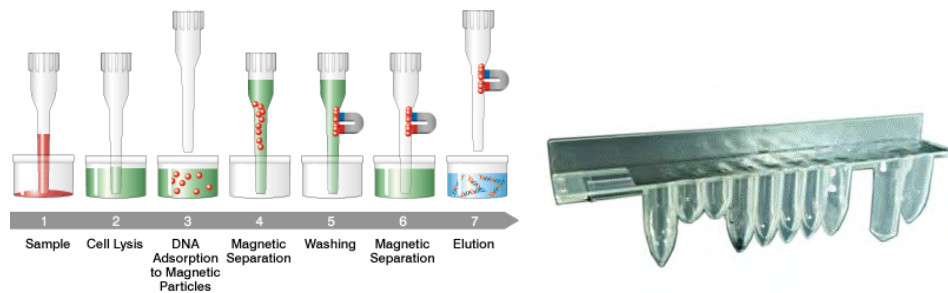

Abb. 1.3: Prinzip der Nukleinsäureextraktion und ELITE InGenius SP 200 Extraktionskassette
- Das Reagenzset wurde für die Isolierung von Nukleinsäuren aus 200 µL Proben optimiert (Abbildung 1.3: ELITE InGenius – SP200 Extraktionskassette und Extraktionsprinzip)